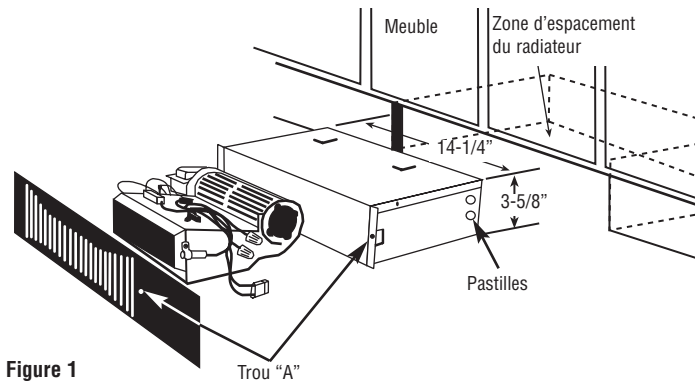

Figure 1
1. Découpez une ouverture de 14-1/4" x 3-5/8" (361,9 x 92,1 mm) à l'endroit voulu comme montré en Fig. 1. Maintenez la zone au sein du périmètre d'écartement exempt d'obstructions.
3. Déterminez quelle pastille sur l'enceinte sera utilisée pour le câblage sur site et enfoncez-la (Voyez la Figure 1). Installez un passe-fil sur le trou (fourniture locale).
7. En utilisant les trous dans les brides de l'enceinte comme gabarit, fixez à la fois la grille frontale et le radiateur en perçant deux trous de diamètre 3/32" (2,3 mm) dans la planche du meuble, et en plaçant deux vis N° 6 de 3/4" (19 mm) au travers du trou "A" (Voyez la Figure 1).